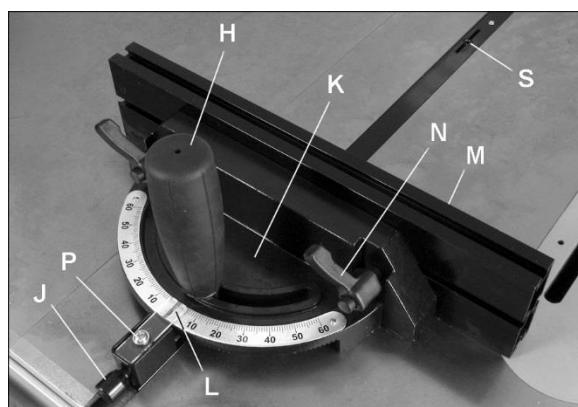

Рисунок 8-2
См. Рисунок 8-2 и 8-3:
2. Ослабьте ручку фиксации (H, Рисунок 8-2), повернув ее против часовой стрелки.
3. Вытяните подпружиненную ручку (J) и вращайте ее до тех пор, пока корпус (K) углового упора не окажется под нужным углом, отображаемым на шкале.
4. Затяните ручку фиксации (H).
Опорную направляющую углового упора (M, Рисунок 8-2) можно отрегулировать, сдвинув вправо или влево, или полностью снять.
2. Установите его под углом 90° к пильному диску (установка 0° по шкале), ослабив фиксирующую ручку (H, Рисунок 8-2), затем вытяните подпружиненную ручку (J) и поворачивайте корпус (K) до тех пор, пока на шкале не будет достигнуто положение 0°.
ПРИМЕЧАНИЕ: На планке углового упора есть два паза с установочными винтами (S, Рисунок 8-2). Отрегулируйте эти установочные винты, чтобы исключить люфт между планкой и пазом.